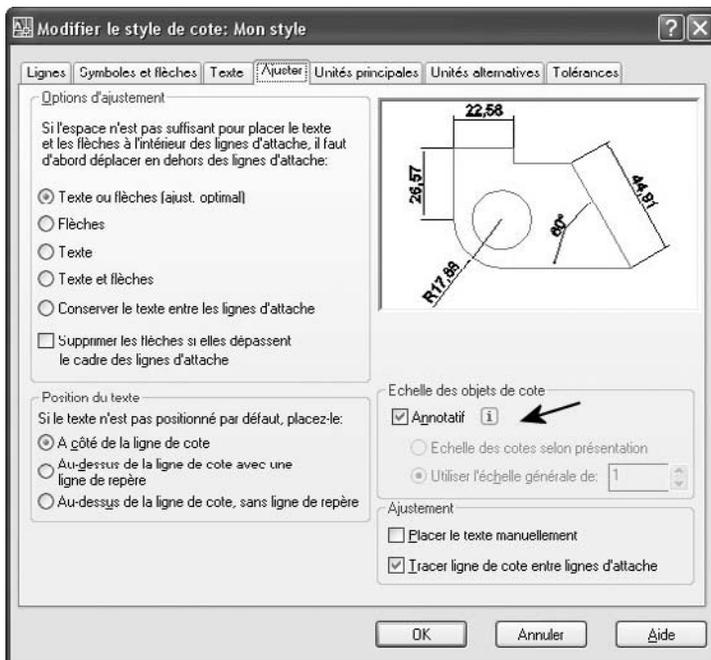

Fig.13.20
- 4 Dans la boîte de dialogue **Modifier le style de cote** (Modify Dimension Style), dans l'onglet **Ajuster** (Fit), sous **Echelle des objets de cote** (Scale for dimension features), sélectionnez **Annotatif** (fig.13.20).